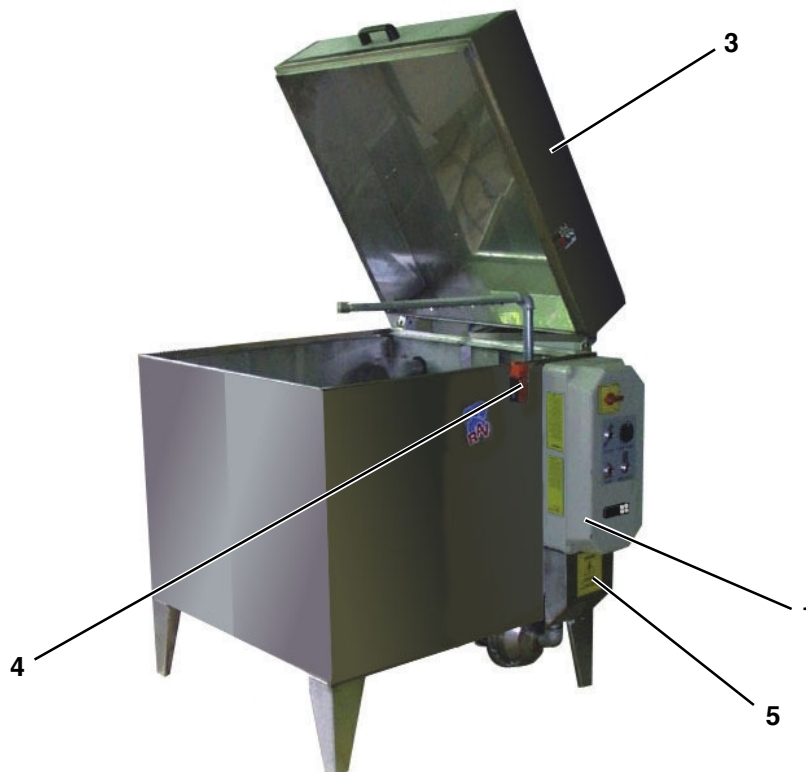

Fig. 1
- il coperchio della camera di lavaggio **3 (Fig. 1)**, la cui apertura ferma automaticamente le parti mobili della macchina; questo avviene perché è montato un micro **4 (Fig. 1)** che arresta la pompa e la rotazione del cestello.
- la copertura **1 (Fig. 1)** del quadro elettrico;
- la copertura **5 (Fig. 1)** della resistenza elettrica.
- The microswitch **4 (Fig. 1)** stops the pump and the basket and therefore all moving parts, if the cover of the cleaning chamber **3 (Fig. 1)**.
- Electric panel cover **1 (Fig. 1)**.
- The covering **5 (Fig. 1)** of electric resistors.
- Durch Öffnen des Deckels der Spülkammer **3 (Abb. 1)**, werden die beweglichen Elemente der Vorrichtung automatisch angehalten; dies erfolgt dank eines Mikroschalters **4 (Abb. 1)**, der für den Stopp der Pumpe und der Drehung des Korbs sorgt.
- Die Abdeckung **1 (Abb. 1)** des elektrischen Schaltkastens
- Abdeckung **5 (Abb. 1)** des Heizstabs.
- le couvercle de la chambre de lavage **3 (Fig. 1)**, dont l'ouverture arrête automatiquement les parties mobiles de la machine grâce à la présence d'un microrupteur **4 (Fig. 1)** qui arrête la pompe et la rotation du panier.
- la couverture **1 (Fig. 1)** du tableau électrique;
- La couverture **5 (Fig. 1)** de la résistance électrique.
- la tapa de la cámara de lavado **3 (Fig. 1)**, cuya abertura detiene automáticamente las partes en movimiento de la máquina; esto es posible gracias a la instalación de un micro **4 (Fig. 1)** que apaga la bomba y detiene la rotación del tambor.
- la cobertura **1 (Fig. 1)** del tablero eléctrico;
- la cobertura **5 (Fig. 1)** de la resistencia eléctrica.